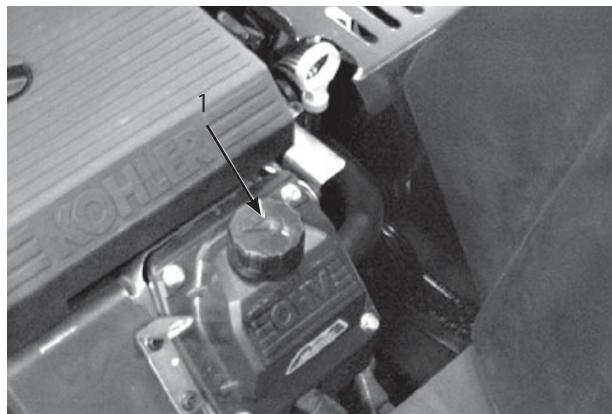

図44
3. 異物が入らないよう、ディップスティック (図44) の周辺をきれいに拭く。
5. 補給口(図44)から、所要量の80%程度の量を入れる。34ページの「エンジン・オイル」の項を参照。